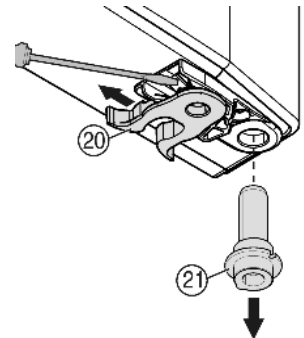

Fig. 9
- ▶ Federklemme Fig. 9 (20) umsetzen: Rastnase runterdrücken, Federklemme darüber hinweg abziehen.
- ▶ Lagerbolzen Fig. 9 (21) aus der Türbuchse herausziehen und zusammen mit der Scheibe auf der Gegenseite einsetzen. Die Rastnase muss zur Innenseite der Tür zeigen, die Kerbe zur Außenseite.
- ▶ Tür unten einschwenken und den Lagerbolzen Fig. 9 (21) in den Lagerbock einsetzen. Ggf. den Lagerbolzen drehen, so dass er einrasten kann.